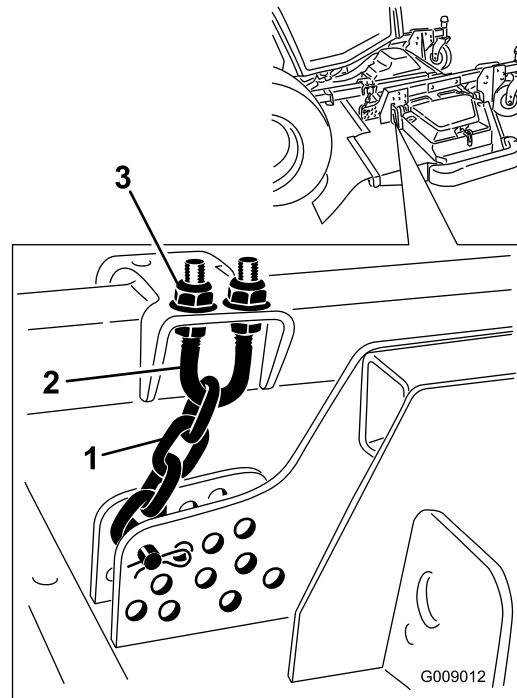

Figure 95
5. Desserrez les écrous de blocage en haut ou en bas de l'étrier fileté de la chaîne de hauteur de coupe (Figure 95).